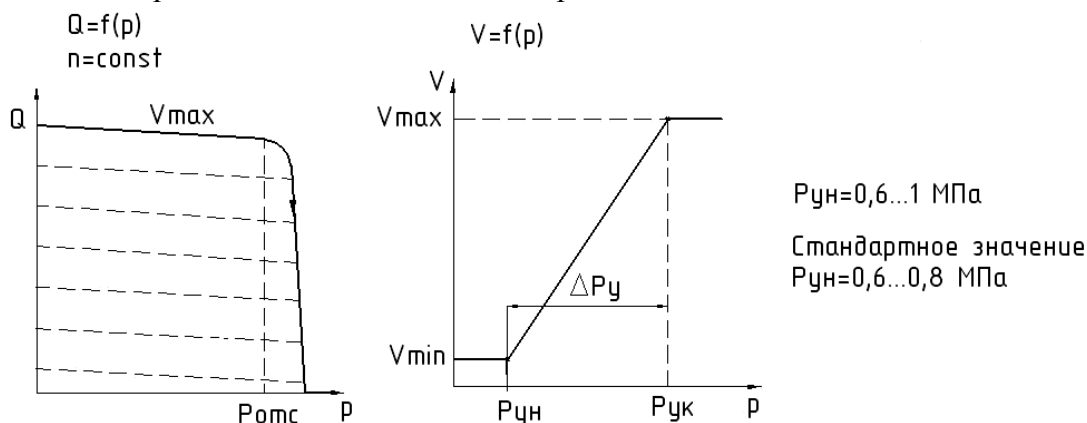

Рисунок 6 - Графики зависимости изменения подачи  $Q$  и рабочего объема  $V$  от изменения давления  $p$ .
- обеспечения автоматического вывода насоса на минимальный объем  $V_{min}$ , при заданном давлении отсечки  $P_{отс}$  в гидросистеме (рисунок 6).